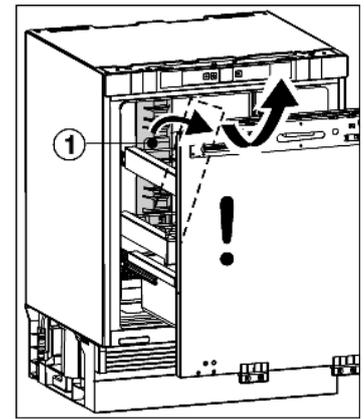

Fig. 3
- ▶ Das Transportsicherungsteil Fig. 3 (1) zur Seite schwenken und nach vorn herausnehmen.